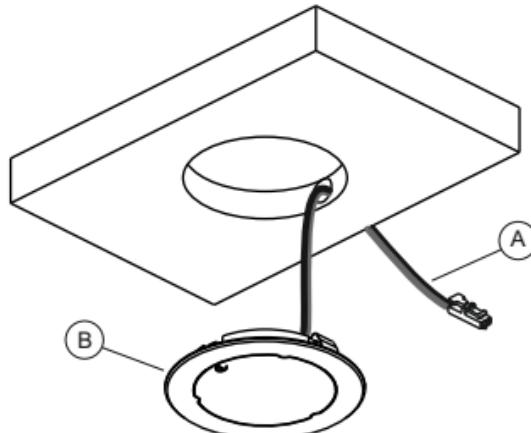

Fig 2
- Insert the power supply cable (A) into the hole and then install the light (B), applying light pressure until it is completely fitted as illustrated in figure 2.
- Das Netzkabel (A) in die Bohrung einführen, dann den Strahler vorsichtig bis zum Anschlag eindrücken (Abb. 2).
- Insérer le câble d'alimentation (A) dans le trou puis installer le spot (B) en exerçant une légère pression jusqu'à l'insertion complète, comme indiqué sur la figure 2.